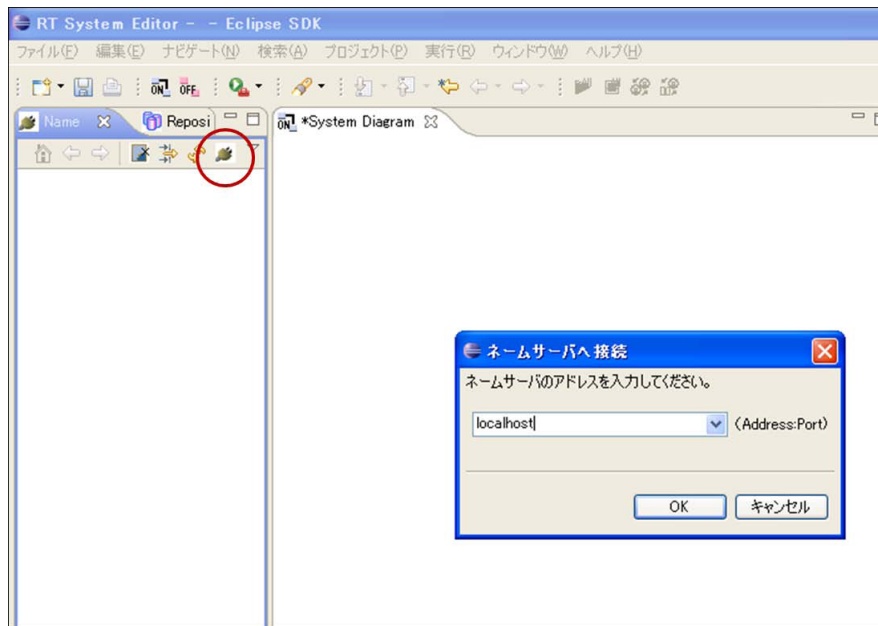

図 6: RT System Editor の画面
2. 図 6 の赤い丸で囲んだアイコン『ネームサーバを追加』を選択する。
3. 図 6 のように『ネームサーバに接続』の Address Port に『localhost』と入力して OK を選択する。